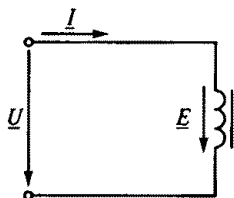

Рис. 120
3.85.Р. Как изменятся амплитуда магнитного потока Φ_{\max} и ЭДС катушки со стальным сердечником E на рис. 120, если при неизменной частоте увеличить напряжение на катушке?